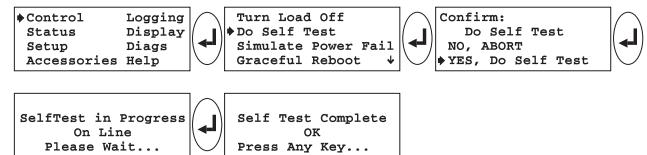

Рис. 5-23 Начало процедуры самотестирования
□ 9. Выполните самотестирование с помощью последовательности экранов, приведенной на рис. 5-23.